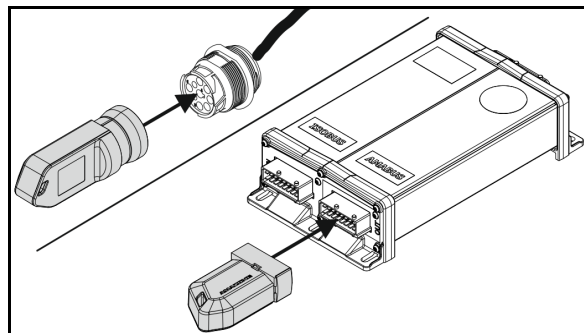

Fig. 30
5. Styrbare bremseruller (Fig. 30/1) foran
- o Monter, og foretag sikring med split (Fig. 30/2), eller
6. De faste ruller i bag (Fig. 30/3)
- o Monter, og foretag sikring med fjederstik (Fig. 30/4) i de nederste frigøringsboringer, eller
Når de faste ruller monteres, skal du sikre, at boltene (Fig. 30/5) går gennem boringen i rammen og dermed holder rullerne i længderetningen.